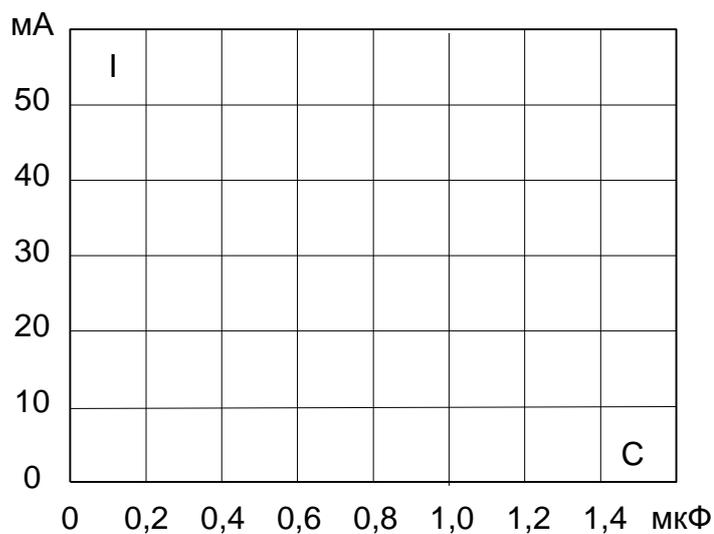

Рис. 10.4
- На рис. 10.4 постройте графики изменения токов от ёмкости параллельно включенного конденсатора и по минимуму тока определите фактическую резонансную ёмкость. Сравните её с расчётным значением.